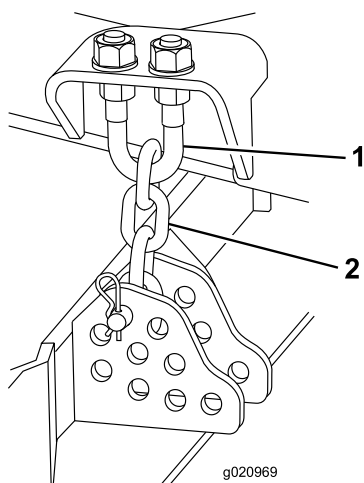

Figura 77
1. Desaperte as porcas de retenção na zona superior ou inferior da cavilha em U da correia da altura de corte (Figura 77).